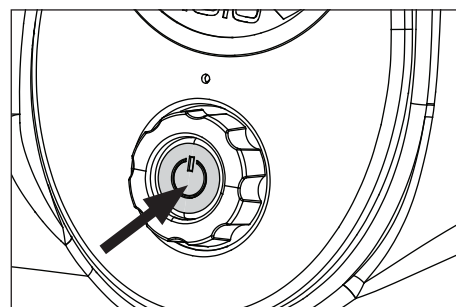

Figure 6 - Bouton de courant
5. Enfoncez le bouton de courant. (Voir la figure 6).
5. Enfoncez le bouton de courant. (Voir la figure 6). L'appareil s'éteindra automatiquement lorsqu'on atteint la pression réglée.